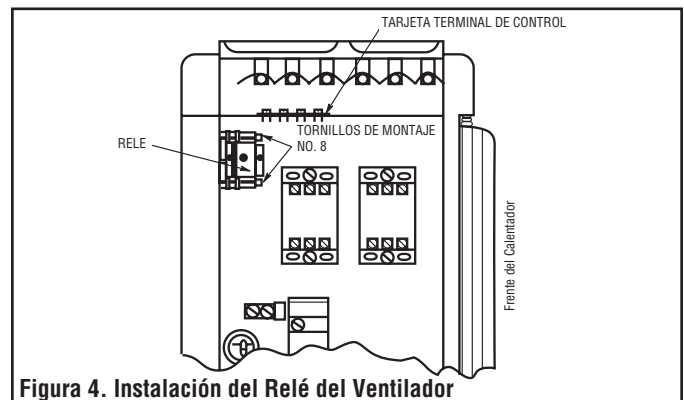

Figura 4. Instalación del Relé del Ventilador
1. Monte el relé en el compartimiento de control con dos tornillos de montaje No. 8, como se muestra en la Figura 4.
1. Monte el relé en el compartimiento del deflector con dos tornillos No. 8, como se muestra en la Figura 4.